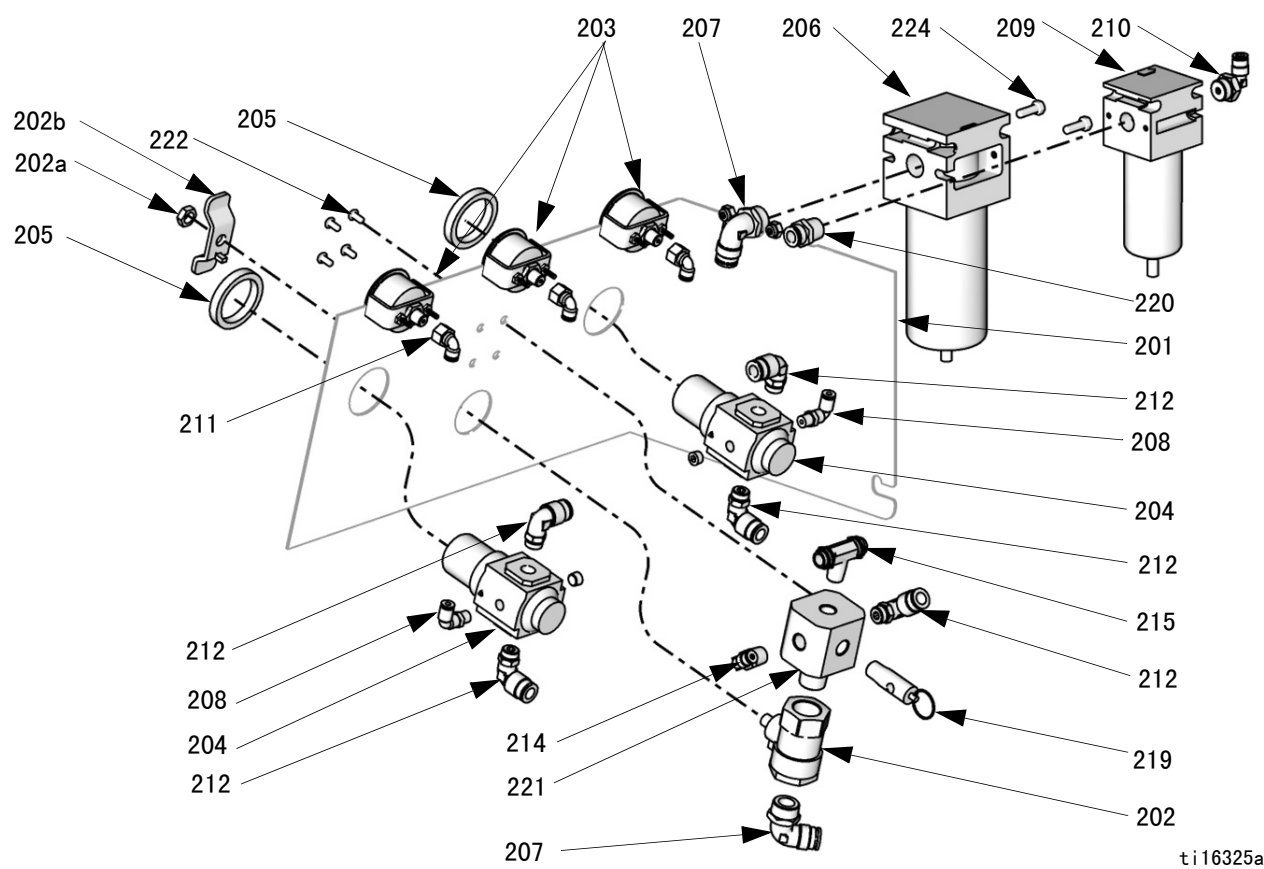

图 18. 气流控制器，泵系统
- 有关泵气流控制器的全图请参阅图 18（第 26 页）。
2. 参见图 18，第 26 页。拆卸调节器螺母（205）并断开至调节器（204）的空气管路。
2. 参见图 18，第 26 页。拆卸气流控制器板前面的螺母（202b）和把手（202a）。